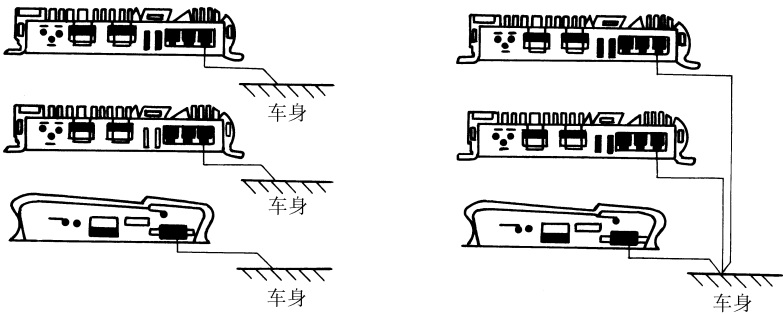

图 4-21 各模块接地集中
(2) 将音响系统中各个模块的接地集中于一处 (图 4-21)。